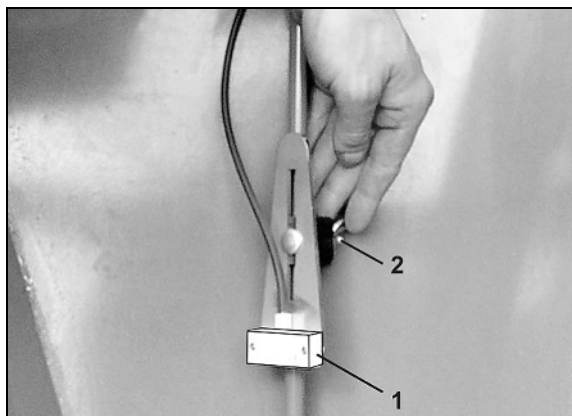

Рис. 68
3. Открутите гайку-барашек (Рис. 68/2).
4. Установите высоту датчика уровня (Рис. 68/1) в соответствии с необходимым остаточным количеством посевного материала.
5. Затяните гайку-барашек (Рис. 68/2).
Монтаж датчика уровня выполняйте как показано на рисунке (Рис. 68)!